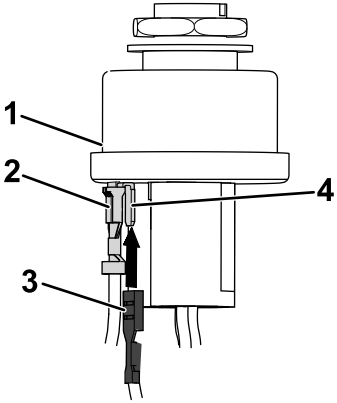

Figura 18
3. Conecte el terminal plano del arnés de cables de la máquina al terminal hembra-macho del adaptador del arnés (Figura 18).